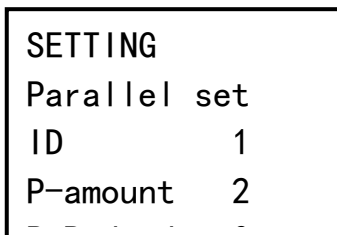

Рисунок 22
- параметры изделия в режиме параллельной работы нескольких изделий (см. рисунок 22);